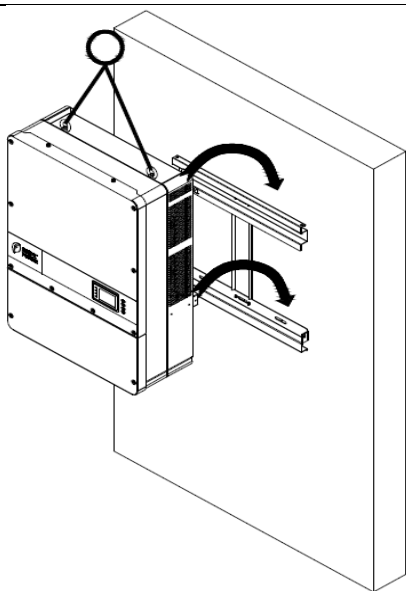
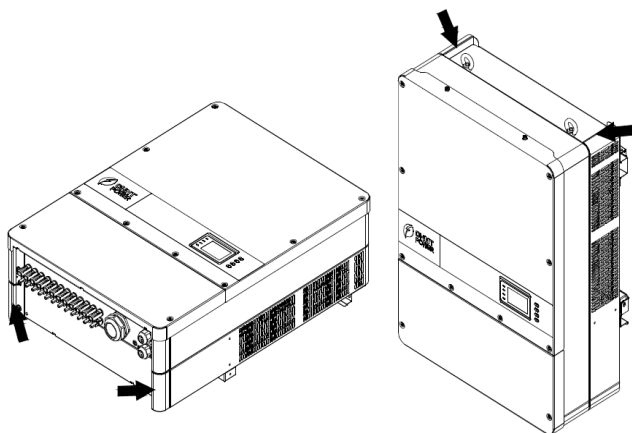

图3-6 逆变器安装
图3-7 逆变器把手位置
(3) 将逆变器主机按图 3-6 & 图 3-7 挂在挂壁支架上。
人工挂装：两人手握图 3-7 箭头所指的把手位置，将机器挂在挂壁支架上。